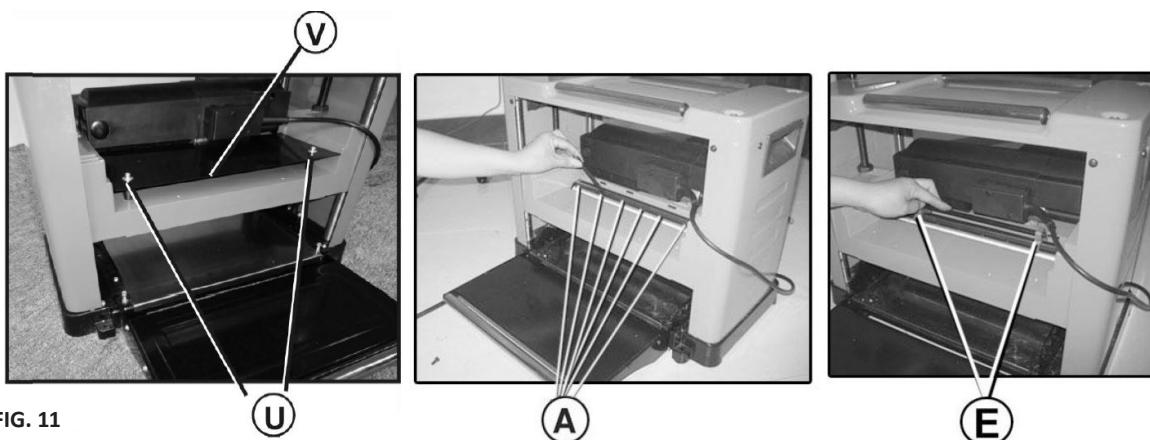

FIG. 11
Remplacement et réglage des lames (Fig. 11 - 13)
1. Utilisez la clé Allen (M) pour retirer le couvercle anti-poussière (V) en desserrant les vis (U) comme indiqué dans la figure 11.
2. Utilisez la clé (N) pour desserrer la plaque de verrouillage de la lame (B) et la lame (C) en tournant le boulon hexagonal extérieur (A) dans le sens des aiguilles d'une montre. Les lames sont dotées d'un système de fixation à ressort (D) et peuvent être retirées lorsque la plaque de verrouillage de la lame est enlevée.